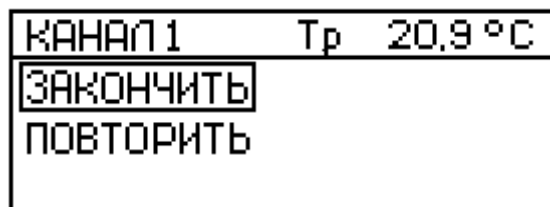

Рисунок 7.
**Примечание** - При нажатии кнопки **РЕЖИМ** на любом этапе настройки (4.5.1, 4.5.2, 4.5.3) на дисплей выводится меню (рис. 7), позволяющее закончить настройку и выйти в режим «ИЗМЕРЕНИЕ» или повторить предыдущий этап настройки.
**Примечание** - При нажатии кнопки **РЕЖИМ** на любом этапе настройки (4.6.1, 4.6.2) на дисплей выводится меню (рис. 7), позволяющее закончить настройку и выйти в режим «**ИЗМЕРЕНИЕ**» или повторить предыдущий этап настройки.
**Примечание** - При нажатии кнопки **РЕЖИМ** на любом этапе настройки (4.7.1, 4.7.2) на дисплей выводится меню (рис. 7), позволяющее закончить настройку и выйти в режим «**ИЗМЕРЕНИЕ**» или повторить предыдущий этап настройки.